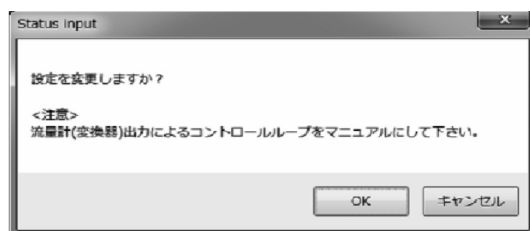

図59
- ⑥ 全ての設定が完了し、「OK」ボタンをクリックすると、メッセージボックス(図59)が表示されます。